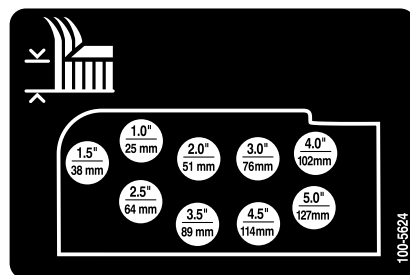

Рисунок 20
9. Закрепите цепи регулировки высоты скашивания в требуемом отверстии с помощью шплинтуемого штифта и игольчатого шплинта (Рисунок 20).